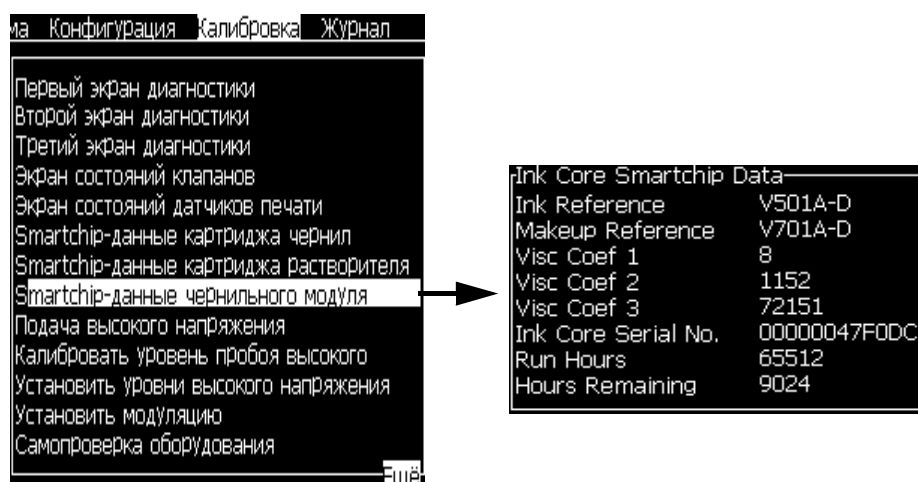

Рисунок 4-17: Просмотр данных смарт-чипа гильзы для катушки красящей ленты
- 1 Выберите "View Ink Core Smart Chip Data" (просмотр данных смарт-чипа гильзы для катушки красящей ленты) из "Calibrate menu" (меню калибровки) (Рисунок 4-17), чтобы просмотреть пройденное количество часов работы гильзы для катушки красящей ленты. Значение количества часов работы гильзы для катушки красящей ленты обнуляется только после замены гильзы.